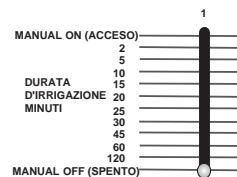

FIGURA 13: Selettore a cursore della durata d'irrigazione impostato su Manuale spento
- Per terminare il funzionamento manuale di una o più stazioni occorre spostare il selettore o i selettori a cursore della durata d'irrigazione corrispondenti sulla posizione **MANUALE SPENTO** (a finecorsa in basso) [vedere Figura 13].